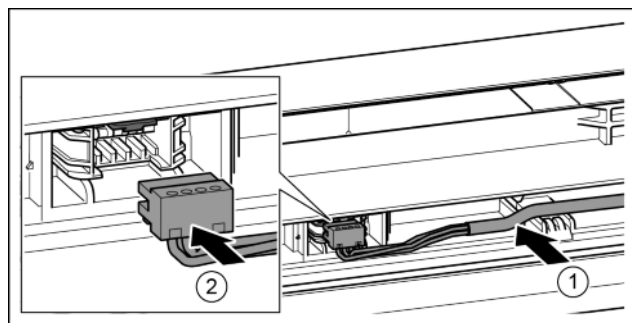

Fig. 43
- ▶ Szary kabel włożyć w przewodnicę w górnych drzwiach. *Fig. 43 (1)*
- ▶ Podłączyć wtyczkę. *Fig. 43 (2)*